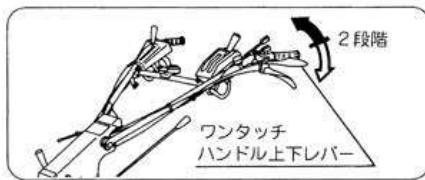

図49
- ② ワンタッチハンドル上下レバーを握るとハンドルの高さを2段階に調節することができます。逆転時のときに使用すると大変便利です。レバーを握ったままハンドルを上へ持ち上げる又は、下へ押し下げてレバーを離すとロックされます。(図49)